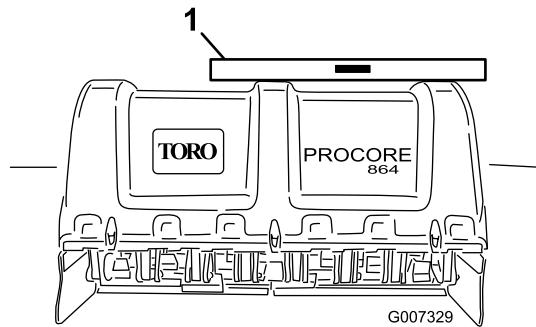

図 15
2. エアレータのフレームの上部に水準器を左右方向に置いて水平度を点検する図 15。